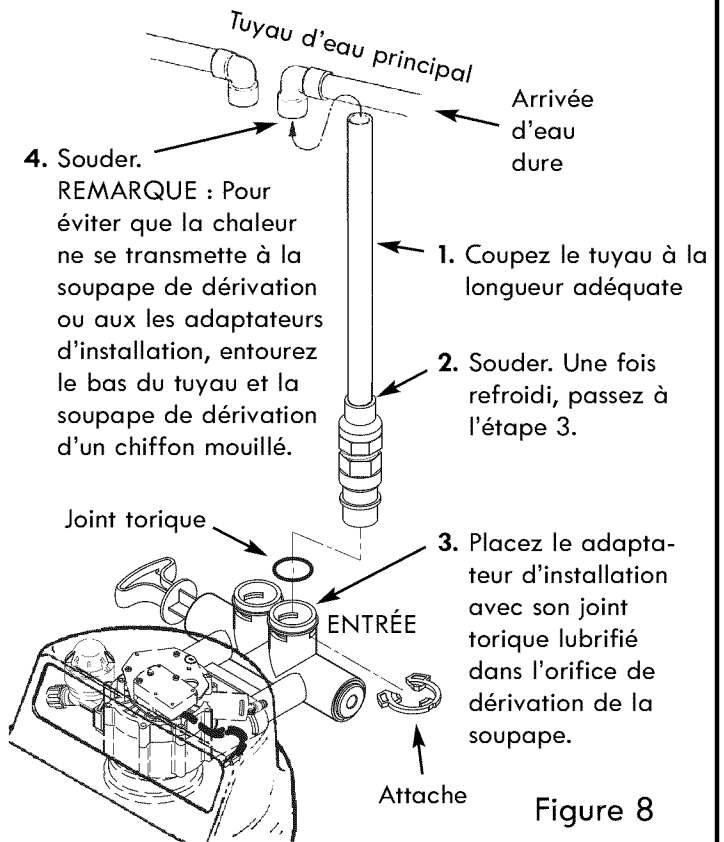

Figure 8
**ATTENTION :** Ne soudez jamais des raccords connectés à des pièces non métalliques. Attendez que le tuyau soudé ait refroidi avant d'effectuer le raccord. Voir la figure 8.